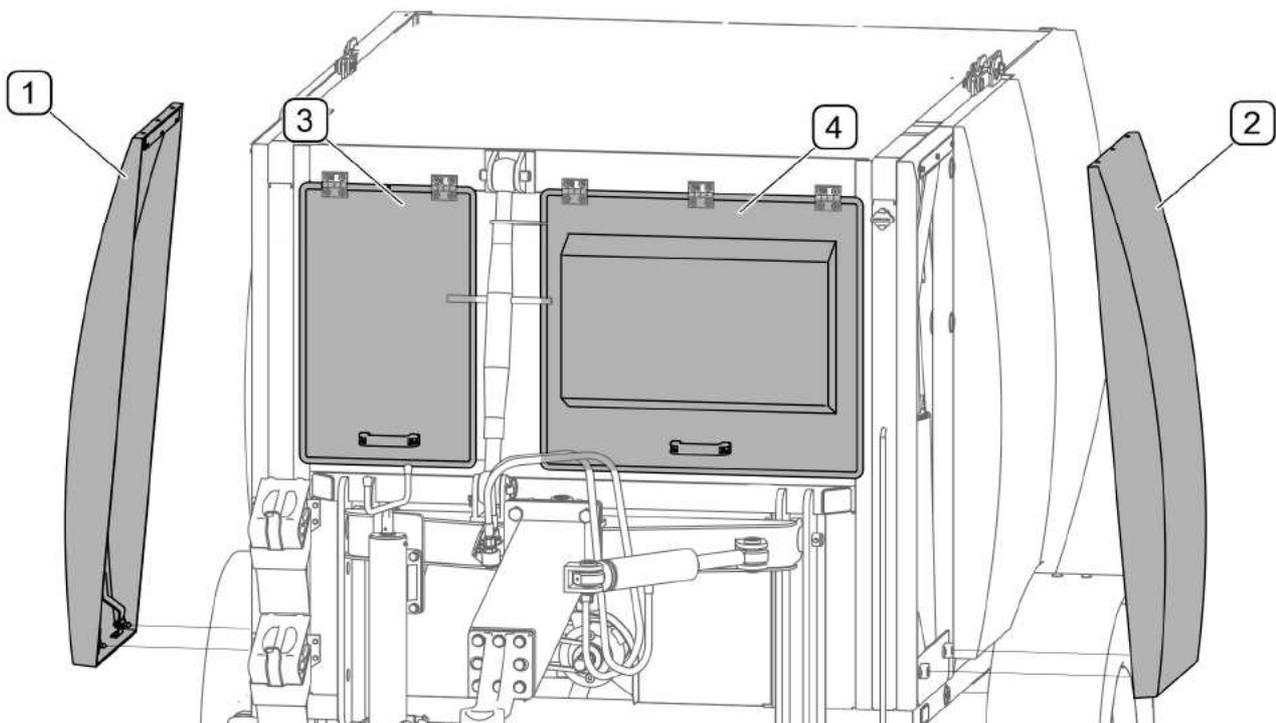

ABB. 5.1 **Bewegliche Schutzabdeckungen**
Die Kehrmachine ZMC2.0 ist mit beweglichen Schutzabdeckungen (ABB. 5.1) ausgerüstet, die die Bedienung und Wartung der Maschine erleichtern.
(1) - seitliche Schutzabdeckung rechts; (2) - seitliche Schutzabdeckung links; (3) - vordere Schutzabdeckung rechts; (4) - vordere Schutzabdeckung links
Die linke und rechte seitliche Schutzabdeckung (1) (2) wird bei der technischen Wartung entfernt (ABB. 5.1). Die vorderen Schutzabdeckungen (3) und (4) werden nach oben geöffnet und durch Gasfedern in dieser Position gehalten.
Um die rechte seitliche Schutzabdeckung öffnen und schließen zu können (ABB. 5.1), muss das ausklappbare Podest (ABB. 5.33) herabgelassen werden (gilt nur bei Maschinen, die mit einem seitlichen ausklappbaren Podest ausgerüstet sind).
Um die seitlichen Schutzabdeckungen (ABB. 5.1) zu befestigen, ist wie folgt vorzugehen: